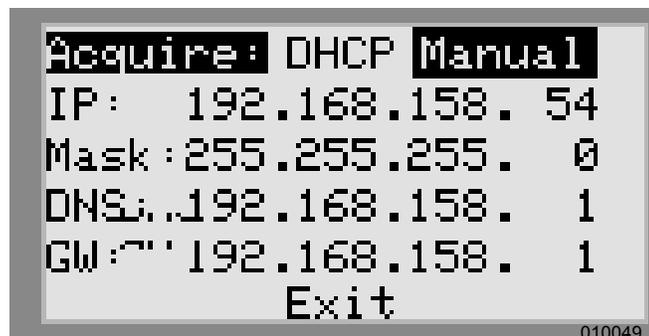

Figura 6-29. Configuración de Ethernet (2 de 2)
2. Consulte la Figura 6-29. Desde el menú IP Settings, seleccione Manual.